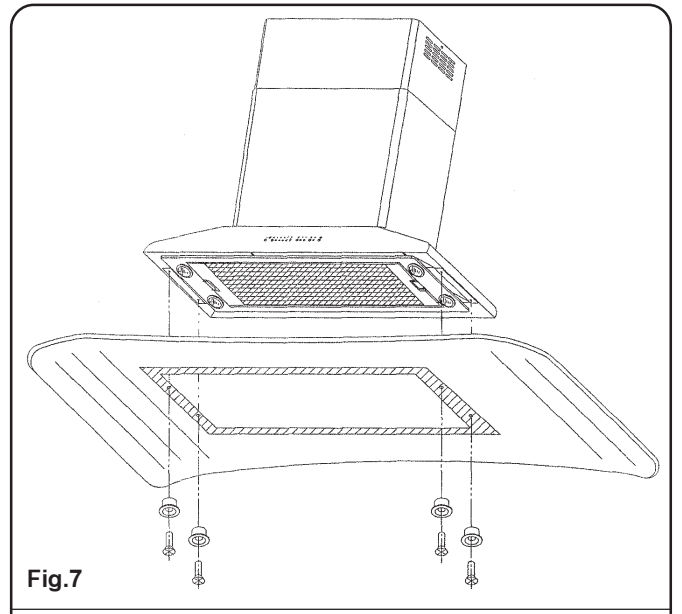

Fig.7
- 12) bloccare il cristallo con 4 viti M6x20 e boccole, senza serrare a fondo **fig7**
- 12) secure the glass canopy in place using four M6x20 screws and bushes, without screwing them in fully (fig. 7);